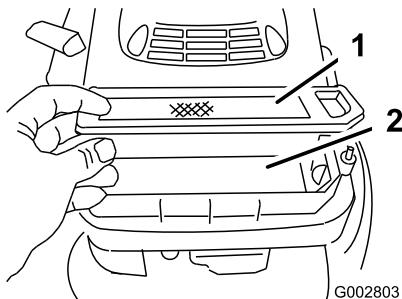

Figura 25
5. Togliete il filtro di carta dell'aria e gettatelo (Figura 25).